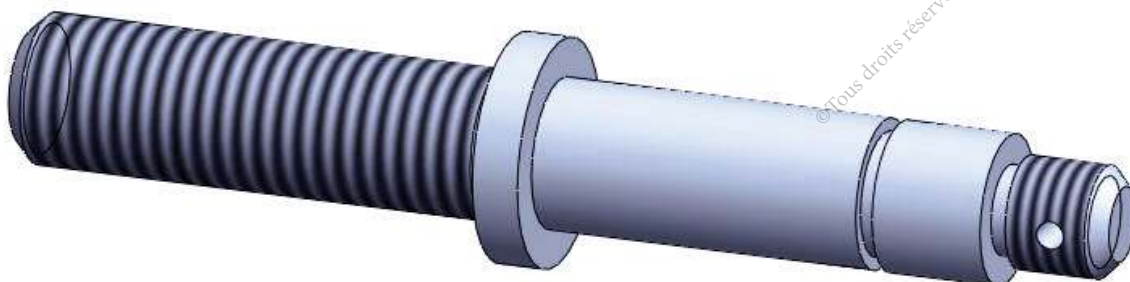

Figure 9
- Finalement, on obtient le modèle en 3D de la vis de manœuvre (8) comme l'indique la figure 9.